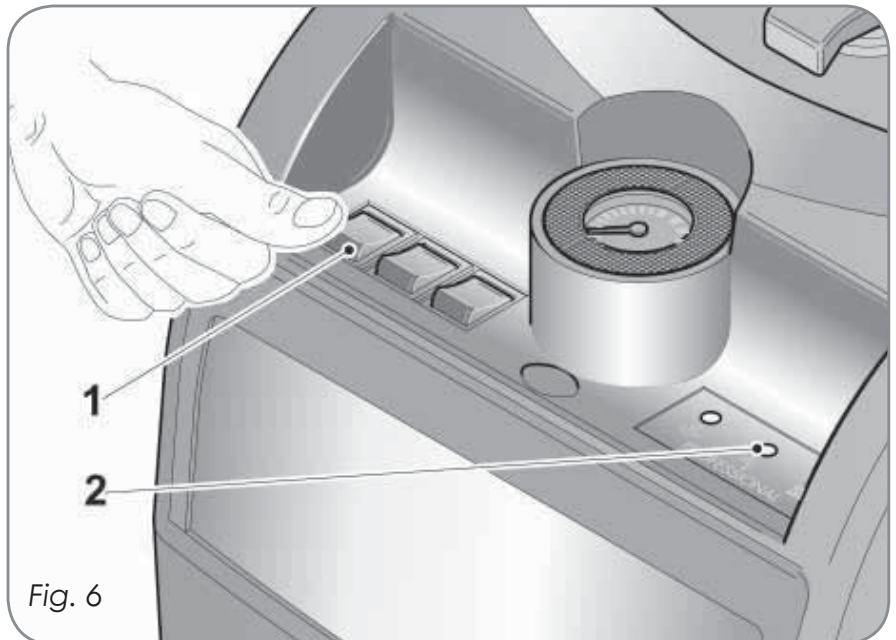

Fig. 6
Encender la máquina actuando sobre el interruptor general situado en el lado del panel de mandos. (La tecla pulsada se ilumina - 1 Fig. 6)
Durante la carga de agua en la caldera, se apagan la luz testigo (2 - Fig. 6) y la señal acústica.
- Si quedase descubierta la sonda de nivel puesta en el bidón durante la fase de carga, el sistema bloquea inmediatamente las funciones de carga y el indicador luminoso de señalización (2 fig.6) se enciende centelleante con la intervención de la señal acústica intermitente.
- Siempre que el sensor de nivel del bidón detecta la falta de agua, el sistema bloquea inmediatamente las funciones de carga y el indicador luminoso de señalización (2 fig.6) se enciende centelleante con la intervención de la señal acústica intermitente.
¡ATENCIÓN! Si durante la fase de carga normal el sensor de nivel de la caldera queda descubierta por más de **3 min.** consecutivos, el sistema inhabilita las funciones de calentamiento y de carga, el indicador luminoso pasa del estado encendido al estado centelleante con la activación de la señal acústica. Ahora es necesario resetear el generador apagando y reencendiendo el interruptor general de alimentación (1 fig. 6).